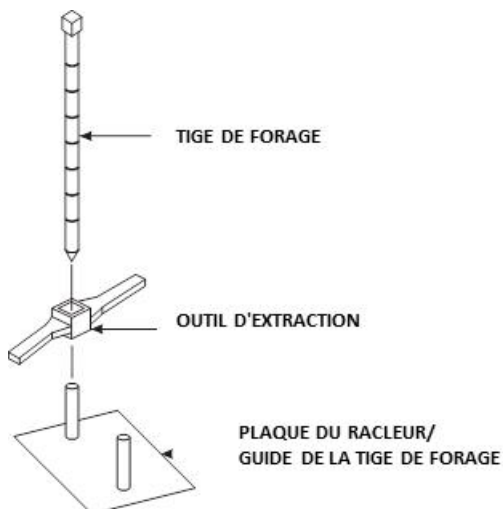

Figure 10. Positionnement de la tige de forage
3. Pour les mesures à transmission directe, mettre la tige de forage dans l'outil d'extraction puis au travers de l'un des guides du plateau (voir Figure 10).